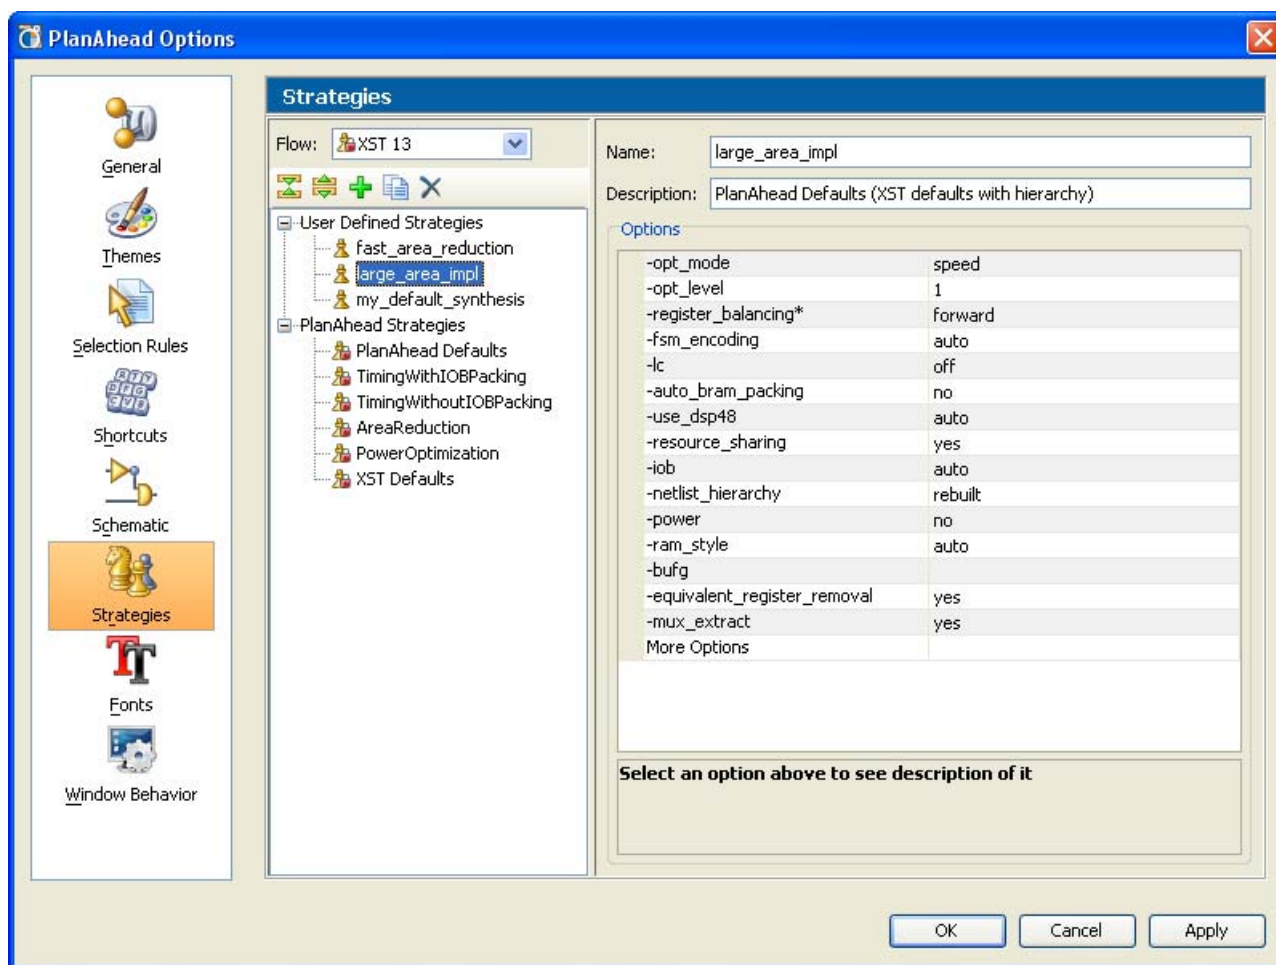

図 4-73： [Strategies] ページ
2. 左側のペインで [Strategies] をクリックします。172 ページの図 4-73 に示す [PlanAhead Options] ダイアログ ボックスの [Strategies] ページに、各 ISE と XST のバージョン用にあらかじめ定義されたストラテジがリストされます。